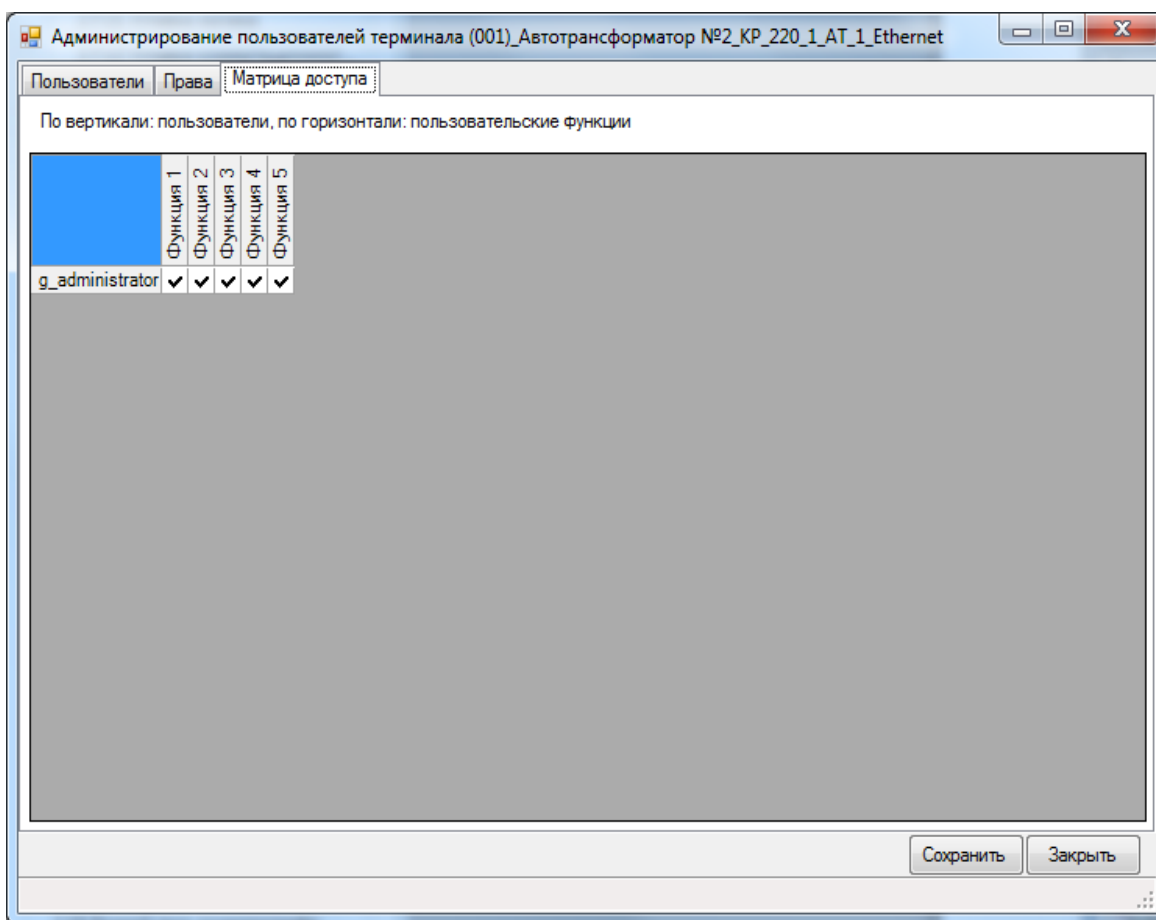

Рисунок 2.138
- Матрица доступа (рисунок 2.138).